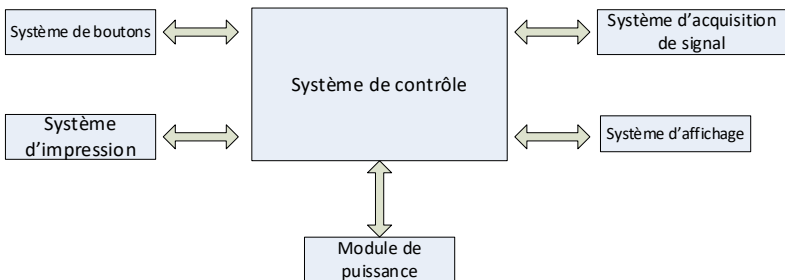

Figure 4-2 Schéma de principe de l'unité de commande
(2) Le schéma de principe est montré dans la Figure 4-2.